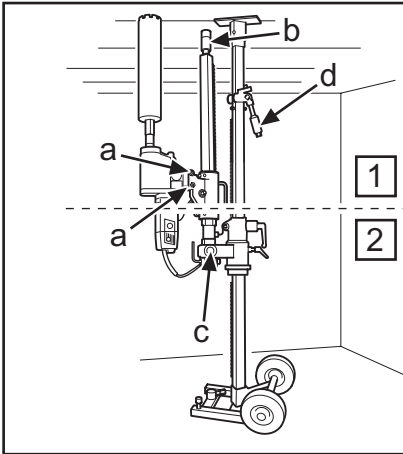

Fig. 16
3. Installare la foratrice nell'attacco rapido e serrare le viti di bloccaggio (a) (fig. 16) con la chiave da 24 mm.
4. Controllare che la vite del montante (b) nella colonna di foratura sia avvitata. Sollevare e bloccare la colonna di foratura con il dado da 30 mm (c) (fig. 16).
3. Die Bohrmaschine in der Schnellkupplung anbringen, die Sicherungsschrauben (a) mit dem 24-mm-Schraubenschlüssel anziehen (Abb. 16).
4. Sicherstellen, dass die Stempelschraube (a) in der Bohrsäule eingeschraubt ist. Die Bohrsäule hochklappen und mit der 30-mm-Mutter (c) verriegeln (Abb. 16).
3. Monter la foreuse dans la fixation rapide et visser les vis de blocage (a) (Fig. 16) à l'aide d'une clé de 24 mm.
4. Contrôler que la vis (b) du pilier de forage est bien vissée. Sortir et verrouiller le pilier de forage à l'aide de l'écrou de 30 mm (c) (Fig. 16).
3. Monteer de boormachine in de snelbevestiging, draai de borgschroeven (a) (Fig. 16) vast met een 24 mm sleutel.
4. Controleer of de stutschroef (b) op de boorkolom ingeschroefd is. Zet de boorkolom op en zet vast met een moer 30 mm (c) (Fig. 16).
6. Avvitare la vite del montante al soffitto per fissare la colonna di foratura. Fissare con il dado di bloccaggio da 30 mm (b) (fig. 16). Utilizzare un profilo di legno come distanziale.
6. Die Stempelschraube zur Fixierung der Bohrsäule an der Decke in ihrer Position einschrauben, mit 30-mm-Sicherungsschraube (b) sichern (Abb. 16). Einen Holzstab zwischenlegen.
6. Visser la vis du poteau contre le plafond afin de fixer le pilier de forage sur la position souhaitée et verrouiller à l'aide d'un contre-écrou de 30 mm (b) (Fig.16). Utiliser une règle en bois comme entretoise.
6. Schroef de stutschroef tegen het plafond om de boorkolom te fixeren, zeker met borgmoer 30 mm (b) (Fig. 16). Gebruik een houten regel als tussenlaag.